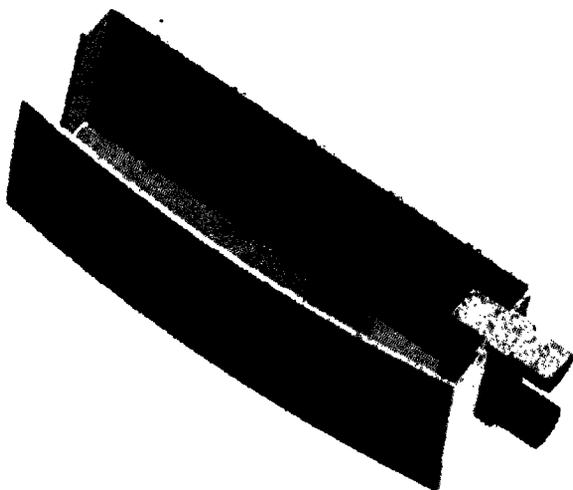

Рис. 14.18. При упрощении модели можно закрывать разрывы и удалять компоненты из сборки
11. Щелкните на верхнюю грань модели, потяните плоскость сечения вниз, чтобы увидеть компоненты внутри, вы заметите, что все внутренние компоненты были удалены. Ваша модель должна быть похожа на модель на рис. 14.18.
4. Когда откроется диалоговое окно, щелкните по грани в виде круга нижнего фитинга, затем нажмите иконку **Задать направление**, чтобы стрелка направления показывала наружу, как показано на рис. 14.18.